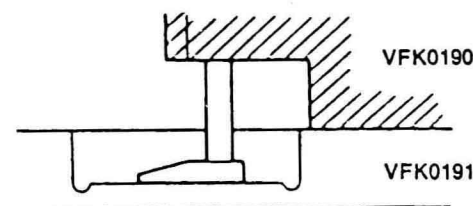

图38
②把导柱调整模板安装在带盘上;
③把带盘高度表放在模板上,使高度表的探针与导柱调整模板的切口部分接触,然后调整高度表指针为0,如图38所示;